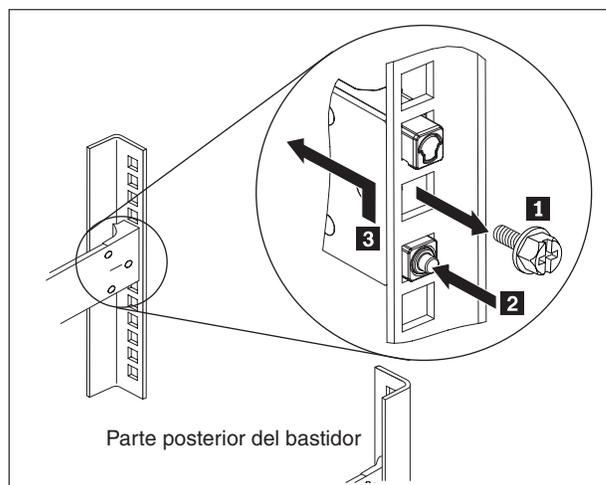

Figura 22. Levantando la parte posterior del dispositivo del riel
3. Retire el extremo posterior de los rieles deslizantes, como se muestra en la Figura 22. Empuje las clavijas **1** y **2** empuje hacia atrás el riel **3** para soltar los rieles deslizantes de la parte posterior del bastidor.